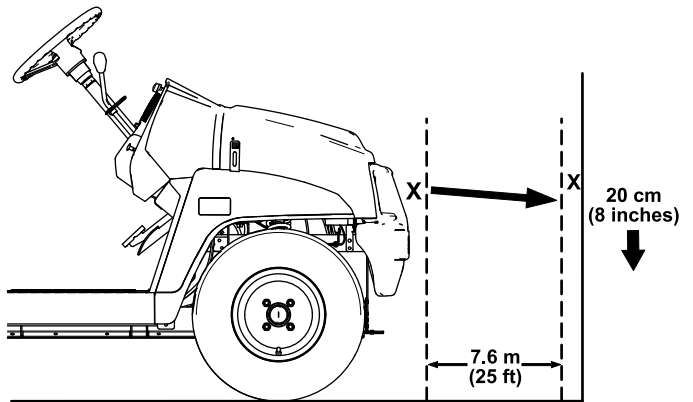

Bild 41
1. Stellen Sie die Maschine auf einer ebenen Fläche ab, dabei sollte der Abstand der Scheinwerfer ca. 7,6 m von einer Wand entfernt sein (Bild 41).
Der hellste Teil des Scheinwerfers sollte 20 cm unter der Markierung an der Wand liegen (Bild 41).